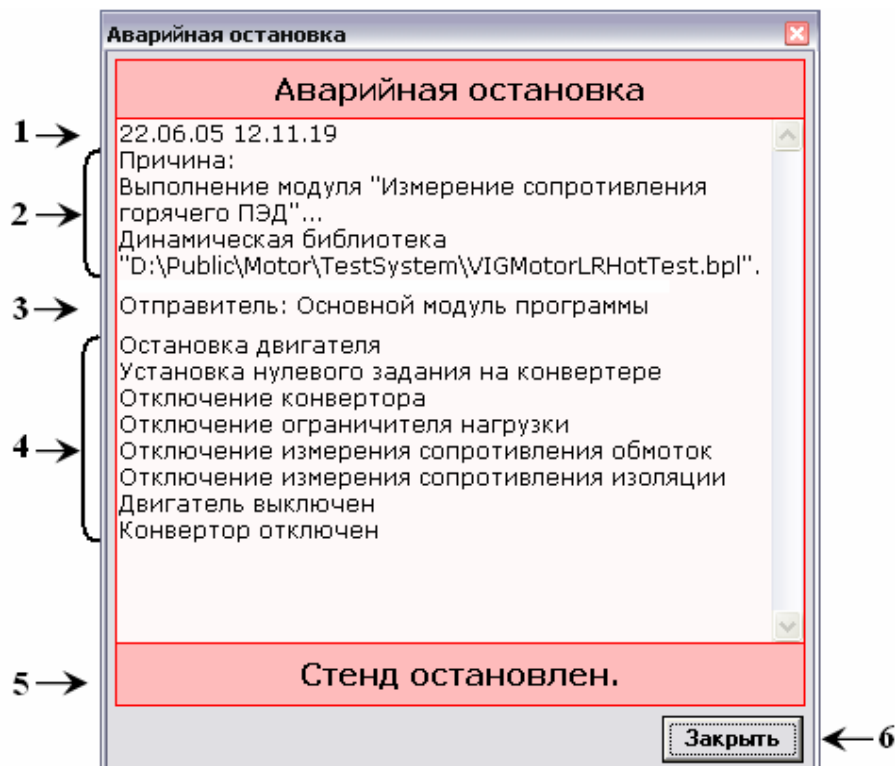

Рисунок 1.25
При аварийной остановке системы активируется окно «Аварийная остановка» (рис.1.25).
- Дата и время аварийной остановки (рис.1.25{1}).
- Причина аварийной остановки (рис.1.25{2}).
- Отправитель (рис.1.25{3}).
- Прочая служебная информация о состоянии оборудования и ошибках (рис.1.25{4}).
- Сообщение об остановке стенда (рис.1.25{5}).
При аварийной остановке для каждого стенда система контролирует состояние некоторого оборудования. Пока контролируемое оборудование не будет выключено, остановка стенда не может быть завершена. Система будет находиться в режиме ожидания. После приведения требуемого оборудования в нужное состояние в окне **«Аварийная остановка»** фиксируется информация о том, что стенд остановлен (рис.1.25{5}).
После этого можно закрыть окно аварийной остановки и выйти из программы, либо начать испытания заново. Для закрытия окна **«Аварийная остановка»** нажмите кнопку **«Закрыть»** (рис.1.25{6}) или комбинацию клавиш **[Alt+F4]**.